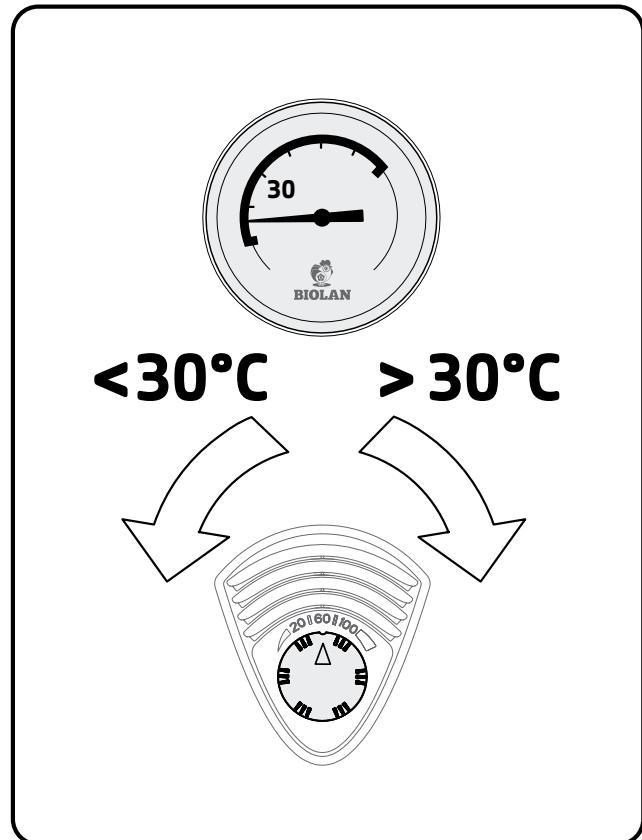

Bild 3.
- Om kompostorns temperatur är högre än uteluftens temperatur, ska du ställa in tillluftsventilens reglage (komponent 13) i framväggen på 100. Följ med kompostorns och uteluftens temperatur (se bild 3). Om kompostmassan verkar svalna, ska du minska inställningen tills temperaturen hålls konstant.